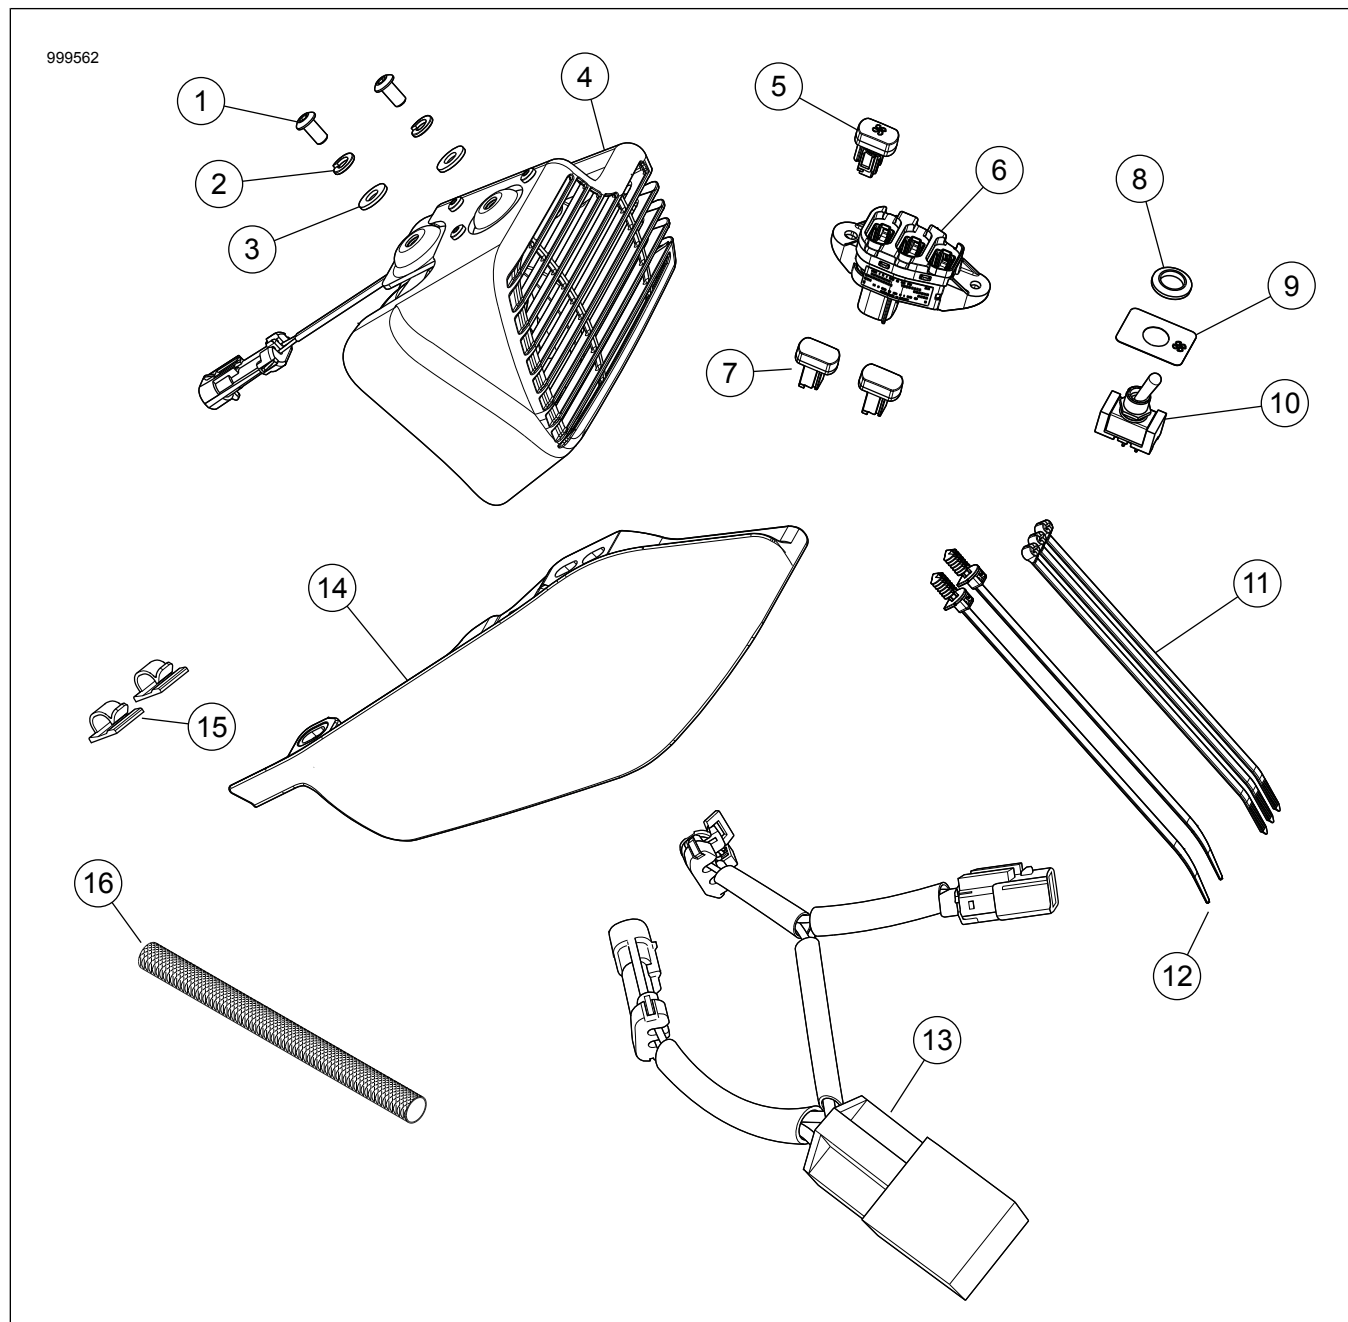

Figure 7. Mga Pamalit na Piyesa: Kit ng Fan
Tingnan ang Figure 7 at Talahanayan 1.
1. Tingnan ang Figure 7 . Kung nakakabit sa nakaraan, ikabit ang bagong mid-frame deflector (13).
5. Tingnan ang Figure 7 . Ikabit ang switch ng fan.